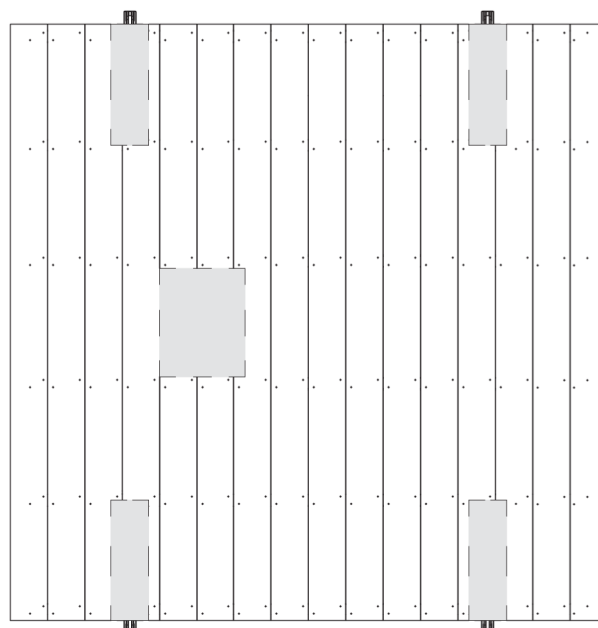

Fig. B2.14
(Fig. B2.14)
- Nel tagliare le assi, tenere conto delle aperture per le botole. (Fig. B2.14)